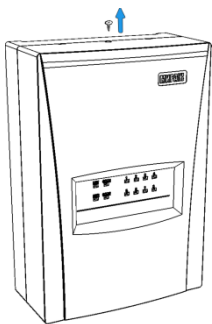
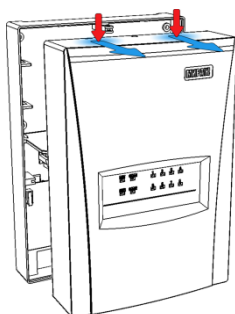
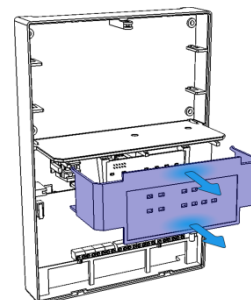

Рисунок 6.1 — Демонтаж корпуса контроллера (шаг 1)
Рисунок 6.2 — Демонтаж корпуса контроллера (шаг 2)
Рисунок 6.3 — Демонтаж корпуса контроллера (шаг 3)
Контроллер выполнен в корпусе из ABS-пластика, состоящем из трех частей: основания контроллера, крышки контроллера и крышки панели индикации (см. рисунок 6.1 - рисунок 6.3). Основание и крышка контроллера соединяются с помощью защелок и винта. В центре крышки контроллера находится панель индикации со светодиодными индикаторами.
- 1) Снимите крышку контроллера. Для этого сначала выкрутите винт (см. рисунок 6.1), затем нажмите на защелки и отсоедините от основания крышку контроллера (см. рисунок 6.2), а затем отсоедините крышку панели индикации (см. рисунок 6.3).